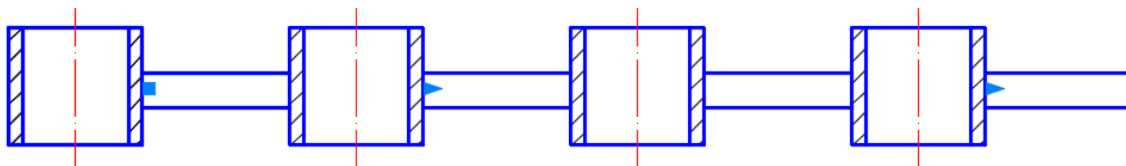

Рис. 108. Нижняя часть оросителя
6.5. Нижнюю часть оросителя построить с помощью следующего алгоритма (см. рис. 108):